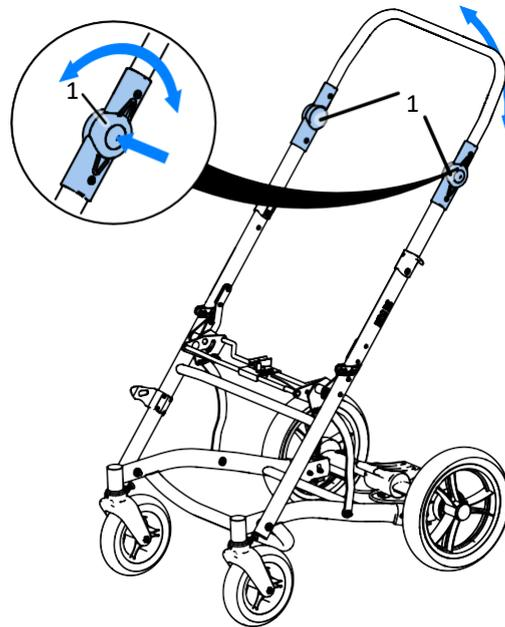

Abb. 11
Drücken Sie gleichzeitig die Regelknöpfe (1) auf beiden Seiten des Kinderwagens und stellen Sie dann den Druckgriff auf die gewünschte Höhe. Nachdem Sie die gewünschte Position des Schiebegriffs eingestellt haben, bewegen Sie den Schiebegriff nach oben und unten, um ein charakteristisches Klick der Blockade zu hören Abb. 11